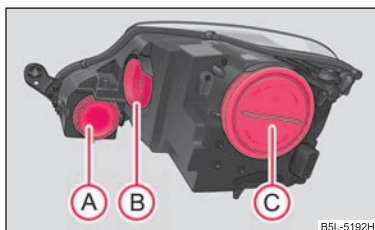

Fig. 188 Farurile din față: Poziția becurilor
Poziția becurilor în farurile din față ⇒ fig. 188.
- Scoateți capul de protecție din cauciuc ① ⇒ fig. 188.
- Scoateți capacul de cauciuc (A) ⇒ pagina 238, fig. 188.
- Detașați conectorul (1).
- Prin apăsare pe soclul becului scoateți becul defect din dulia (2) și montați unul nou.
- Detașați conectorul ①.
- Scoateți becul defect prin rotire în sensul indicat de săgeată, din dulia ② și așezați unul nou, respectând instrucțiunile în ordine inversă.